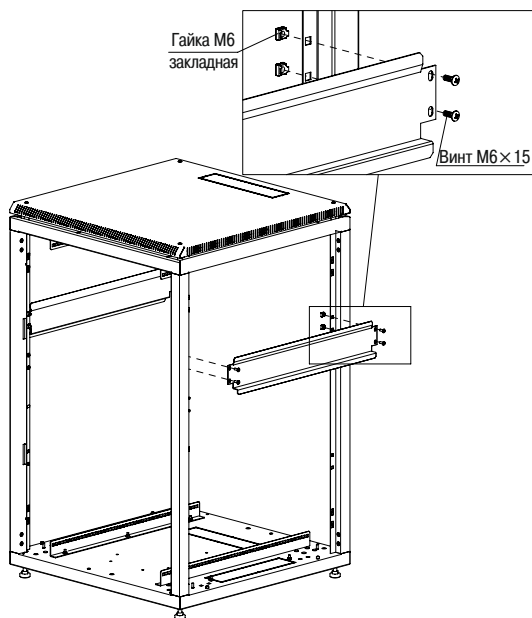
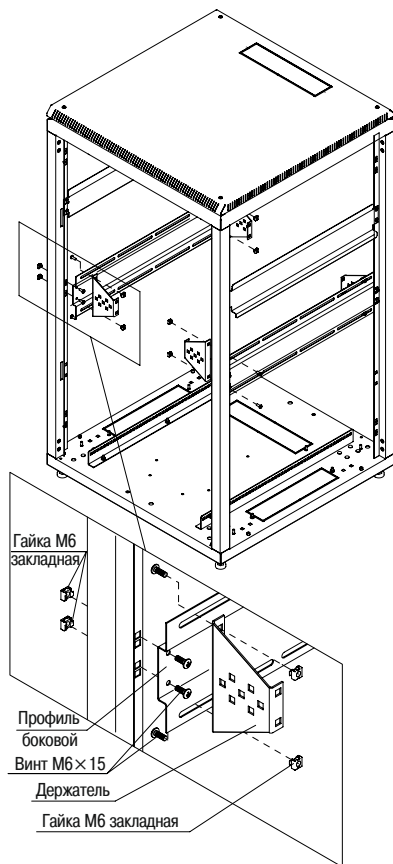

Рисунок 5 – Закрепление планок-зацепов
Рисунок 6 – Закрепление профилей боковых
3.1.5 Для закрепления планок-зацепов на стойках вставьте закладные гайки М6 в квадратные отверстия на стойках, закрепите винтами М6×15 с полукруглой головкой (рисунок 5). В шкафах высотой свыше 27U дополнительно требуется закрепить на стойки шкафа профили боковые, а на профили боковые закрепить держатели также с помощью закладных гаек М6 и винтов М6×15 (рисунок 6).